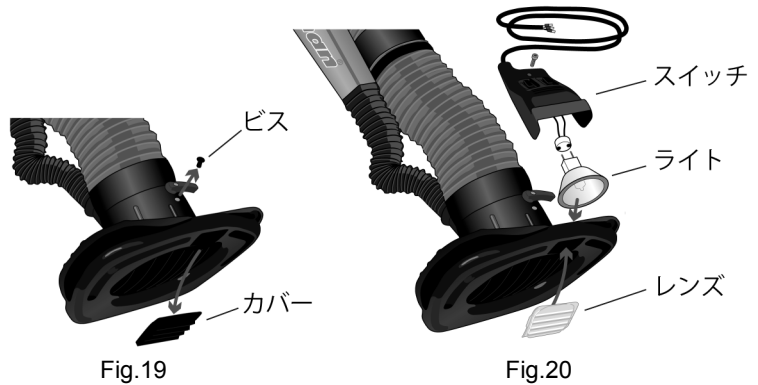

Fig.19
- ① マイナスドライバー
- ② ドリル ( $\Phi 7.5$ ,  $\Phi 10$ )
- ③ スパナ (13mm)
- 1) マイナスドライバーを使用してビスを外し、フード吸引側のカバーを取外してください。(Fig.19)